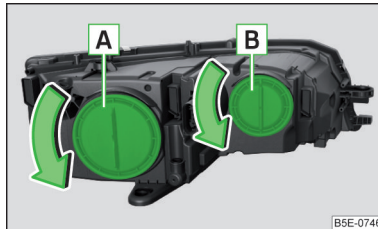

Abb. 355
Glühlampenanzordnung » Abb. 355
- › Die Schutzkappe **A** » Abb. 355 auf Seite 315 in Pfeilrichtung drehen.
- › Die Schutzkappe **A** » Abb. 355 auf Seite 315 einsetzen und entgegen der Pfeilrichtung drehen.
- › Die Schutzkappe **B** » Abb. 355 auf Seite 315 in Pfeilrichtung drehen.
- › Die Schutzkappe **B** » Abb. 355 auf Seite 315 einsetzen und entgegen der Pfeilrichtung drehen.